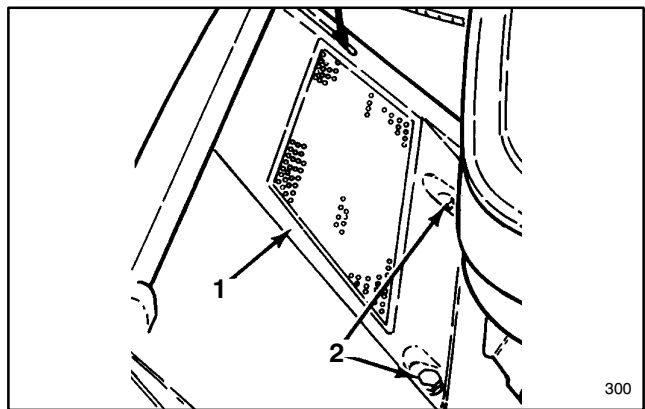

Abbildung 32
2. Die beiden 1,25 cm- (1/2 Zoll-) Schneidschrauben entfernen, mit denen die Siebabdeckung am Mähergehäuse befestigt ist. Die Abdeckung entfernen (Abb. 32).